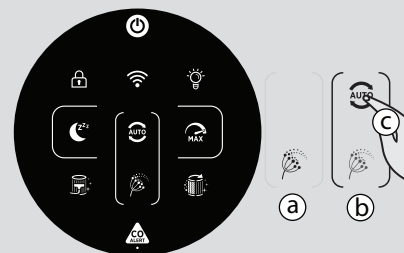

Рис. 8
РЕЖИМ АЛЛЕРГИИ НА ПЫЛЬЦУ: [Рис. 8]
Режим аллергии на пыльцу работает только, если выбран АВТОМАТИЧЕСКИЙ РЕЖИМ. [Рис. 8с]
- Индикатор аллергии на пыльцу горит БЕЛЫМ [Рис. 8а]: Прибор и приложение контролируют наличие пыльцы снаружи, и риск отсутствует.
- Индикатор аллергии на пыльцу горит ЖЕЛТЫМ, а кольцевой индикатор аллергии на пыльцу – БЕЛЫМ [Рис. 8б]: Прибор и приложение обнаружили риск.